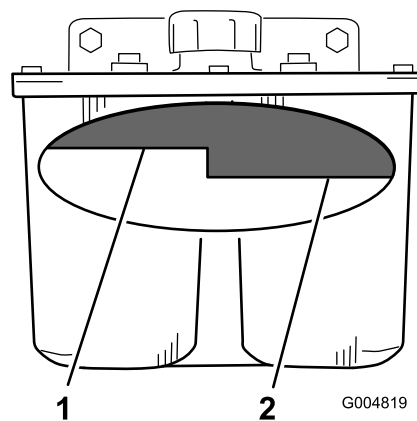

Figura 70
2. Pulite intorno al collo del bocchettone del serbatoio idraulico (Figura 70).
3. Togliete il tappo dal collo del bocchettone. Guardate all'interno per verificare se il serbatoio contiene del fluido (Figura 70).
Nota: Quando è caldo, il fluido deve raggiungere la parte superiore del livello a caldo sul diaframma (Figura 70).